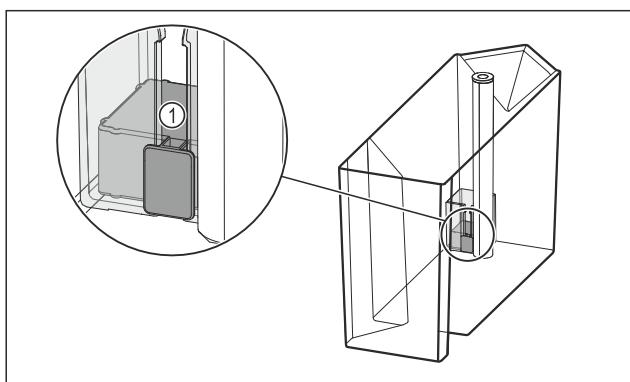

Fig. 98
- Provjerite je li plovak Fig. 98 (1) zaglavljen. Ako je plovak zaglavljen: